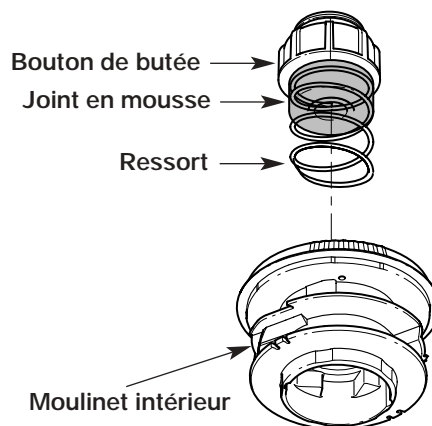

Figure 21
1. Retirez le bouton de butée, le ressort et le joint en mousse en tournant le bouton de butée à gauche (Fig. 21).
2. Tirez le bouton de butée, le ressort et le joint en mousse (Fig. 21).
7. Placez le bouton de butée, le ressort et le joint en mousse dans la bobine extérieure (Fig. 21).